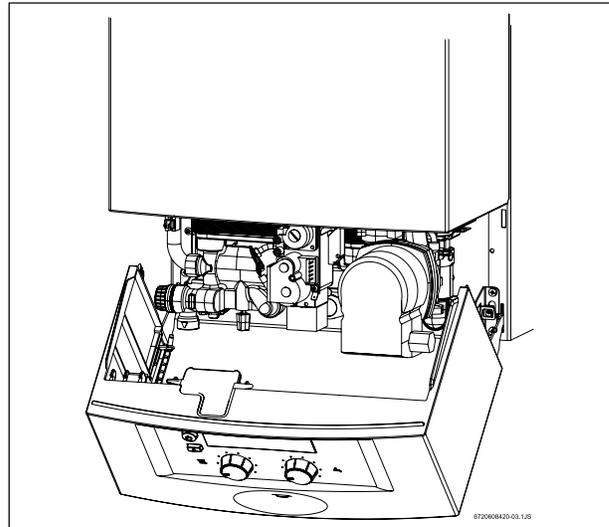

Рис. 28. Сервисная позиция для регулирования газа
- ▶ Перевести панель управления в сервисную позицию (см. рис. 28).